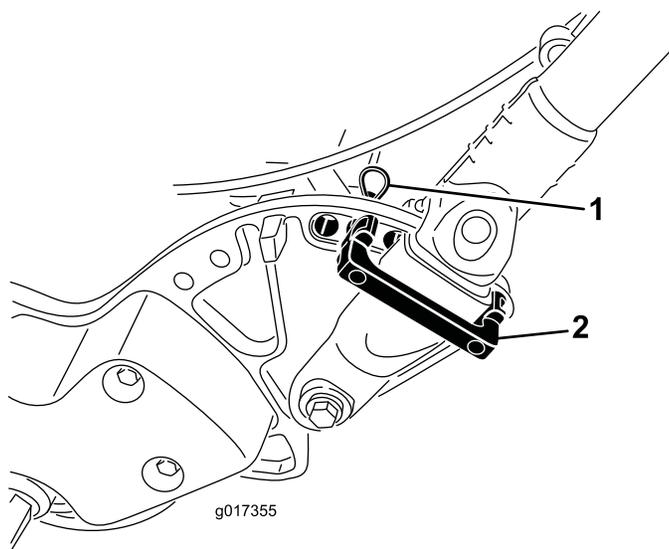

Figura 7
1. Sujete el manillar mientras retira las bridas que sujetan las abrazaderas a las chapas laterales (Figura 7).
2. Gire el manillar a la posición deseada, inserte un seguro de retención por encima de la abrazadera del manillar y a través de los taladros correspondientes de la chapa lateral (Figura 7).
3. Sujete la abrazadera con un pasador de horquilla (Figura 7).